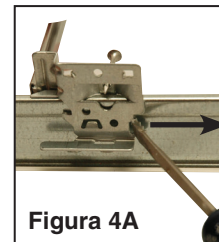

Figura 4A
4. Sujete cada pie de la barra colgante a la barra-T usando los dos seguros integrales o un tornillo para metal (proporcionado por otros). Si se desea alambre de amarre para soporte adicional, cada pie de barra colgante tiene agujeros adecuados para sujetar alambre. (Figura 4A)